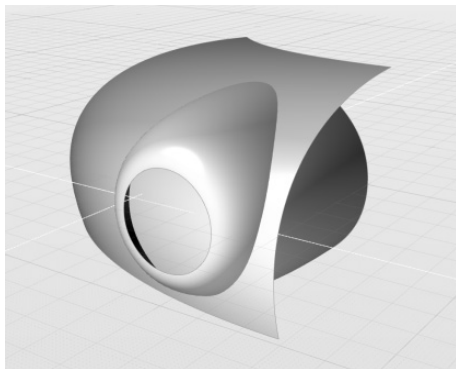

图 4-135 打开练习文件
1) 打开素材文件夹“练习（4.4.6）”中的 Evolve 文件，该文件包含两个相交曲面，如图 4-135 所示。